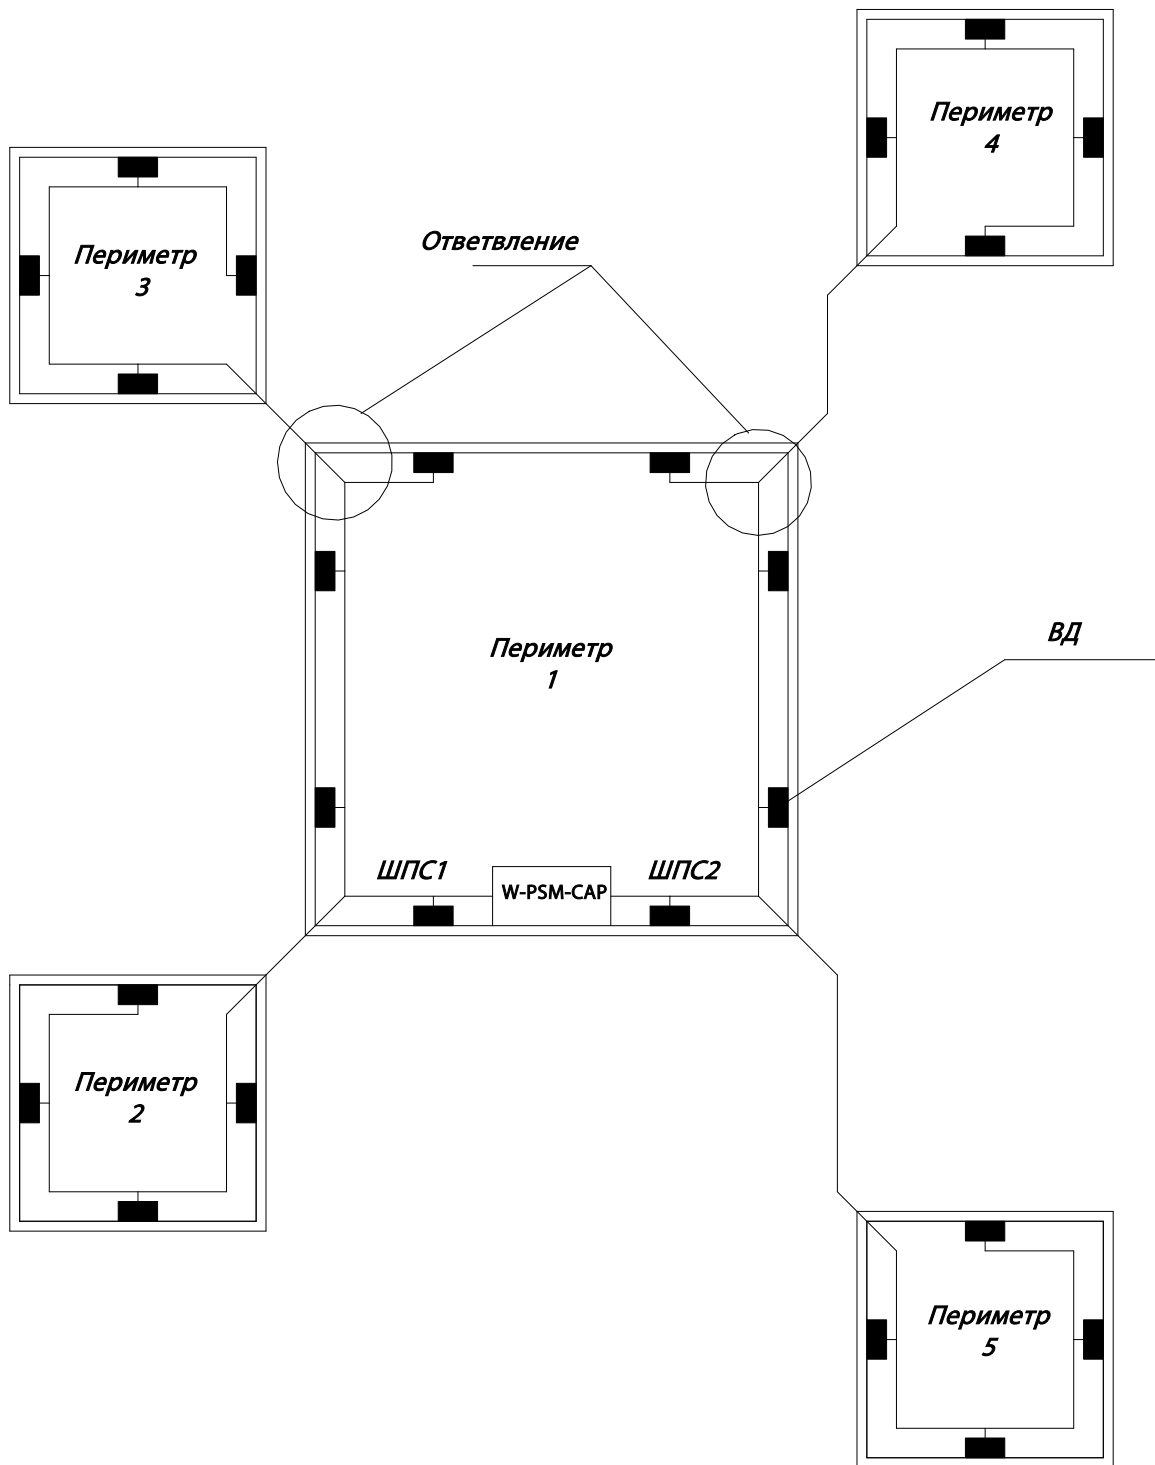

Рисунок 8. Монтаж ВД по схеме «Звезда»
5. Допускается выполнять монтаж ВД с подключением ШПС по схеме «Звезда» (Рисунок 8). При этом общая длина линии ШПС фланга не должна превышать 1499 м (для ВСО с маркировкой, содержащей знак X, – не более 500м).